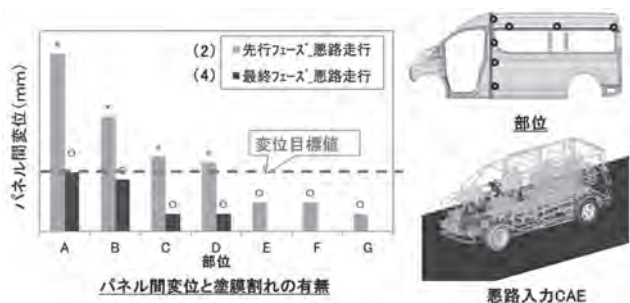

図7 実機評価での結果
- (2) 先行車を使い、各部位の変位測定を実施。疲労試験で設定した目標値の整合性を確認。
- (3) 先行車の走行の入力をCAEで合わせ込み。
- (4) 開発構造の実車評価。結果、各部位の変位が目標以下になり、塗装割れ無しを達成。(図7)